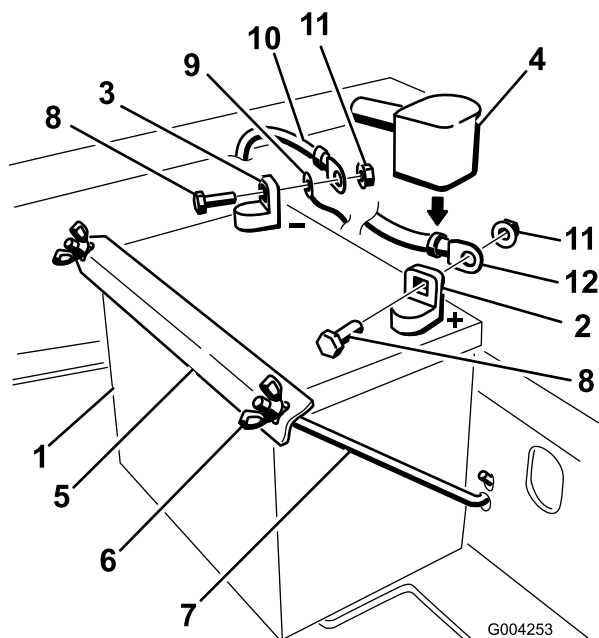

Figura 37
4. Primero desconecte el cable negativo de la batería y el cable de tierra del borne negativo (-) de la batería (Figura 37).
5. Retire la cubierta de goma roja del borne positivo (rojo) de la batería. Luego retire el cable positivo (rojo) de la batería (Figura 37).
6. Retire ambas tuercas de orejeta (1/4 pulgada) que fijan la brida de la batería (Figura 37).
1. Coloque la batería en la bandeja, con los bornes hacia el motor (Figura 37).
4. Sujete los cables con 2 pernos (1/4 x 3/4 pulgadas), 2 arandelas (1/4 pulgada), y 2 contratuercas (1/4 pulgada) (Figura 37).
6. Fije la batería con pernos en J, una brida de sujeción y 2 arandelas (1/4 pulgada), y 2 tuercas de orejeta (1/4 pulgada) (Figura 37).